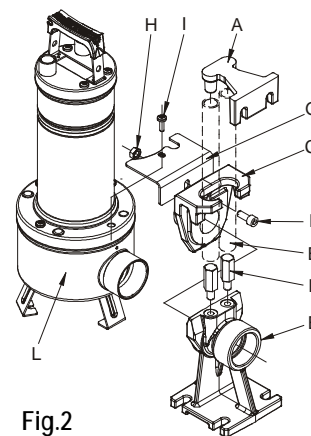

Fig.2
Per le installazioni fisse si consiglia l'utilizzo del dispositivo di sollevamento DSD2 (disponibile su richiesta - **Fig.2**) per facilitare le operazioni di manutenzione sull'elettropompa. Inserito tra la bocca di mandata dell'elettropompa e la tubazione, evita, nelle operazioni di manutenzione, lo smontaggio della tubazione di mandata. Il dispositivo DSD2 è costituito da 8 particolari, più uno non fornito (tubi da 3/4"):
Togliere la vite superiore dalla flangia dal lato mandata (I) / Assemblare la staffa antirotazione (G) / Rimontare la vite (I) / Estrarre la slitta dal piede di accoppiamento e collegarla alla bocca di mandata della pompa / Utilizzando la vite (F) e il dado (H) fissare la slitta alla pompa come indicato in figura. Riposizionare l'assieme slitta/pompa sul piede (Fig.2)